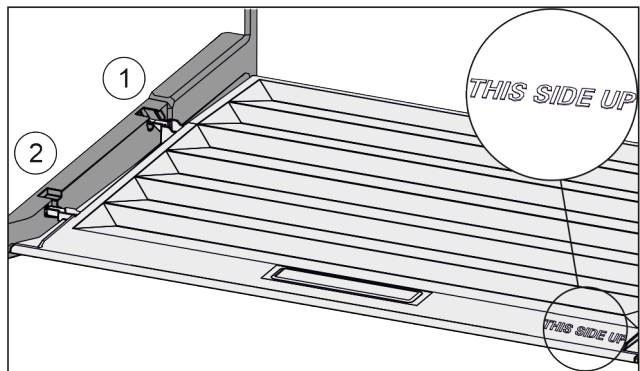

Fig. 62
- ▶ Вставить поперечные ребра крышки через отверстие заднего держателя Fig. 62 (1) и защелкнуть спереди в держателе Fig. 62 (2).